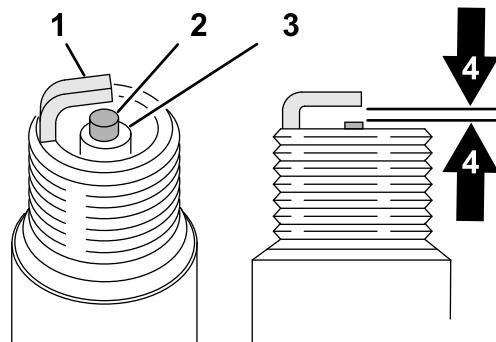

Figura 39
4. Regolate la distanza tra gli elettrodi (Figura 39) tra l'elettrodo centrale e l'elettrodo laterale a 0,76 mm.